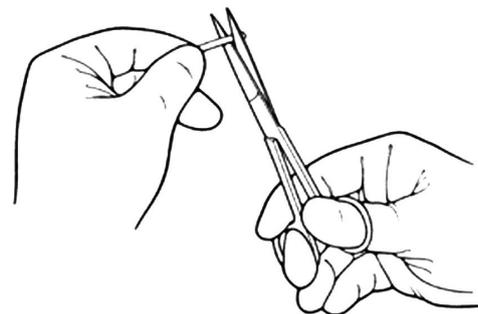

Figura 4-30. Recorte el tubo
1. Con unas tijeras limpias y afiladas, corte de forma recta la longitud de los tubos para que se ajusten a la anatomía del paciente. **(Figura 4-30)**